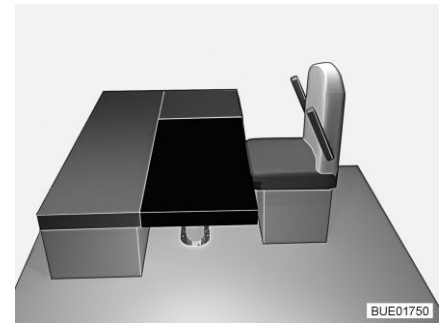

Bild 161 Nach dem Umbau
- Das rechteckige Zusatzpolster auf den Tisch legen (vor die Sitzpolster der Sitzbank, siehe Bild 161).